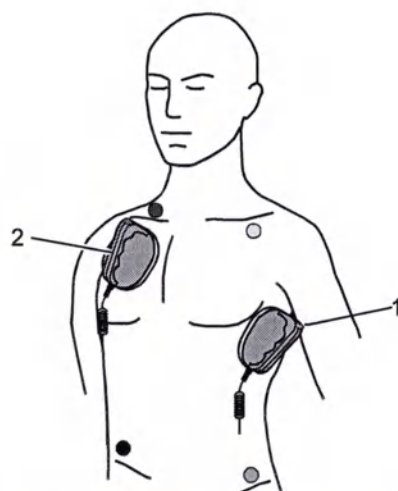

Рис. 5-9 Расположение на грудной клетке многоцветных электродов
4. Прижмите многоразовый электрод APEX (Рис. 5-9, поз. 1) к левой нижней части грудной клетки рядом с верхушкой сердца (в пятом подреберье).
5. Прижмите второй многоразовый электрод STERNUM (Рис. 5-9, поз. 2) под правой ключицей вплотную к груди.